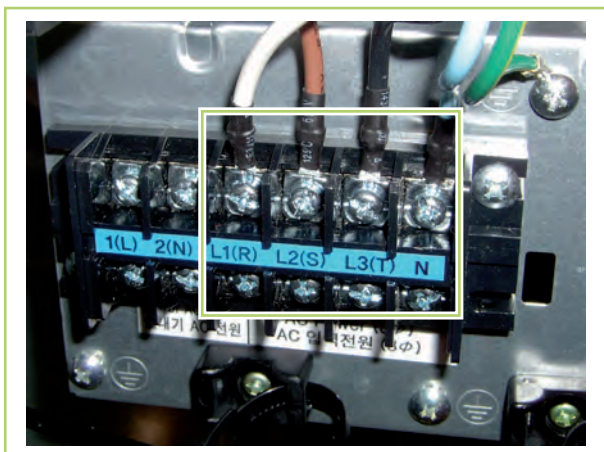

Abb. 61: Anschlussklemme Außenmodul WKF/WKF-compact 180
- Bei der Serie WKF/WKF-compact 180 ist es darauf zu achten, dass nur die Klemmen L1(R), L2(S), L3(T) und N angeschlossen werden (siehe Abb. 61).